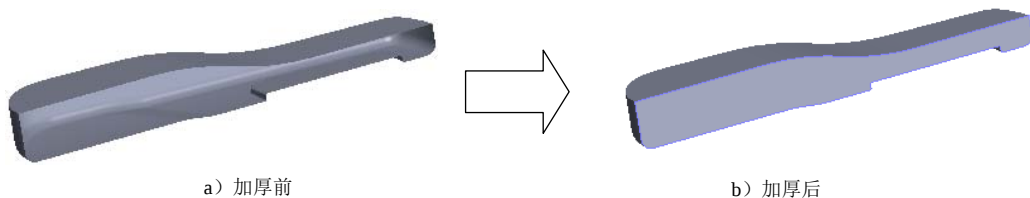

图 5.12.34 加厚 1 (剖视图)
Step28. 创建图 5.12.34 所示的零件特征——加厚 1。选择下拉菜单 **插入(I)** → **凸台/基体(B)** → **加厚(T)...** 命令，系统弹出“加厚”对话框；选取曲面-剪裁 7 为要加厚的曲面；选中 **从闭合的体积生成实体(C)** 复选框；单击 **✓** 按钮，完成加厚 1 的创建。